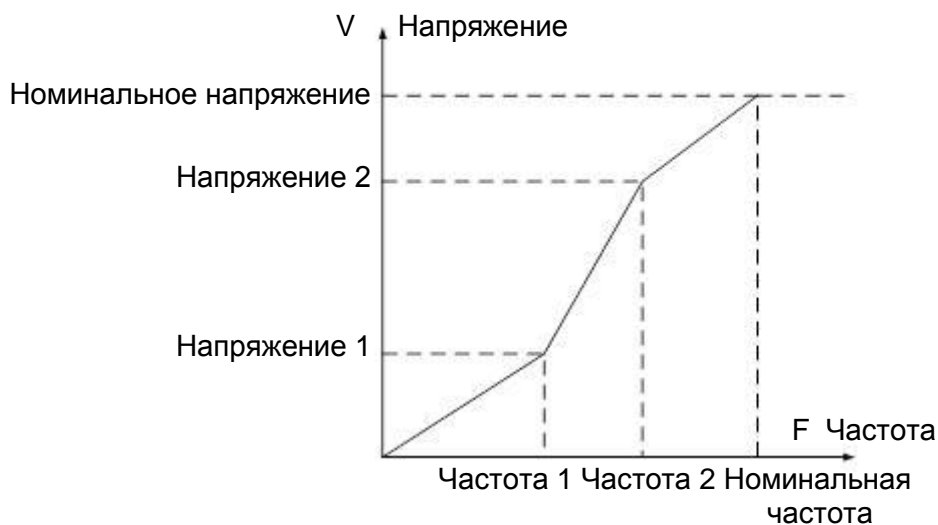

Рис. 4-3 Управление Multipoint V/F
- Если используется управление Multipoint V/F, то эти параметры используются для формирования характеристики V/F. Способ построения показан на Рис. 4-3.